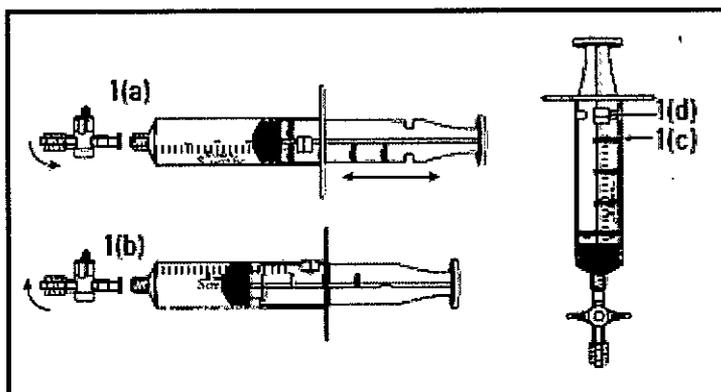

Figura 1. Jeringa de vacío
1. Examine la llave de paso (**Figura 1(a)**). La llave de paso tiene dos conexiones luer para la conexión de la aguja y de la jeringa. Puede intercambiarse aire si la llave de paso está abierta. La llave de paso está abierta cuando está alineada de forma paralela a la jeringa, y está cerrada cuando se encuentra en posición perpendicular con respecto a la jeringa (como se muestra).
2. Examine la jeringa (**Figura 1**). El cilindro de la jeringa tiene una patilla de detención (**Figura 1 (d)**) y el émbolo de la jeringa tiene cuatro aletas de bloqueo (**Figura 1(c)**). El émbolo de la jeringa se puede manejar dentro del cilindro de la jeringa para bloquearla y desbloquearla. Para bloquear la jeringa, tire hacia atrás del émbolo hasta que se alinee con el volumen de succión deseado (**Figura 1(a)**). Gire el émbolo en el sentido de las agujas del reloj para que la aleta de bloqueo encaje en las aletas de bloqueo del émbolo (**Figura 1(b)**). Gire el émbolo en el sentido contrario al de las agujas del reloj para soltarlo.